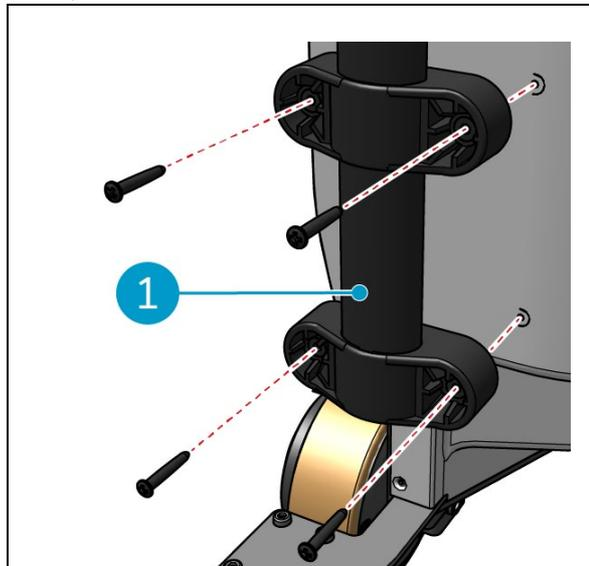

Figura 17
1. Instalar as duas pegas do carrinho (Figura 17, pos. 1) no i-walk com uma chave de fendas Phillips.